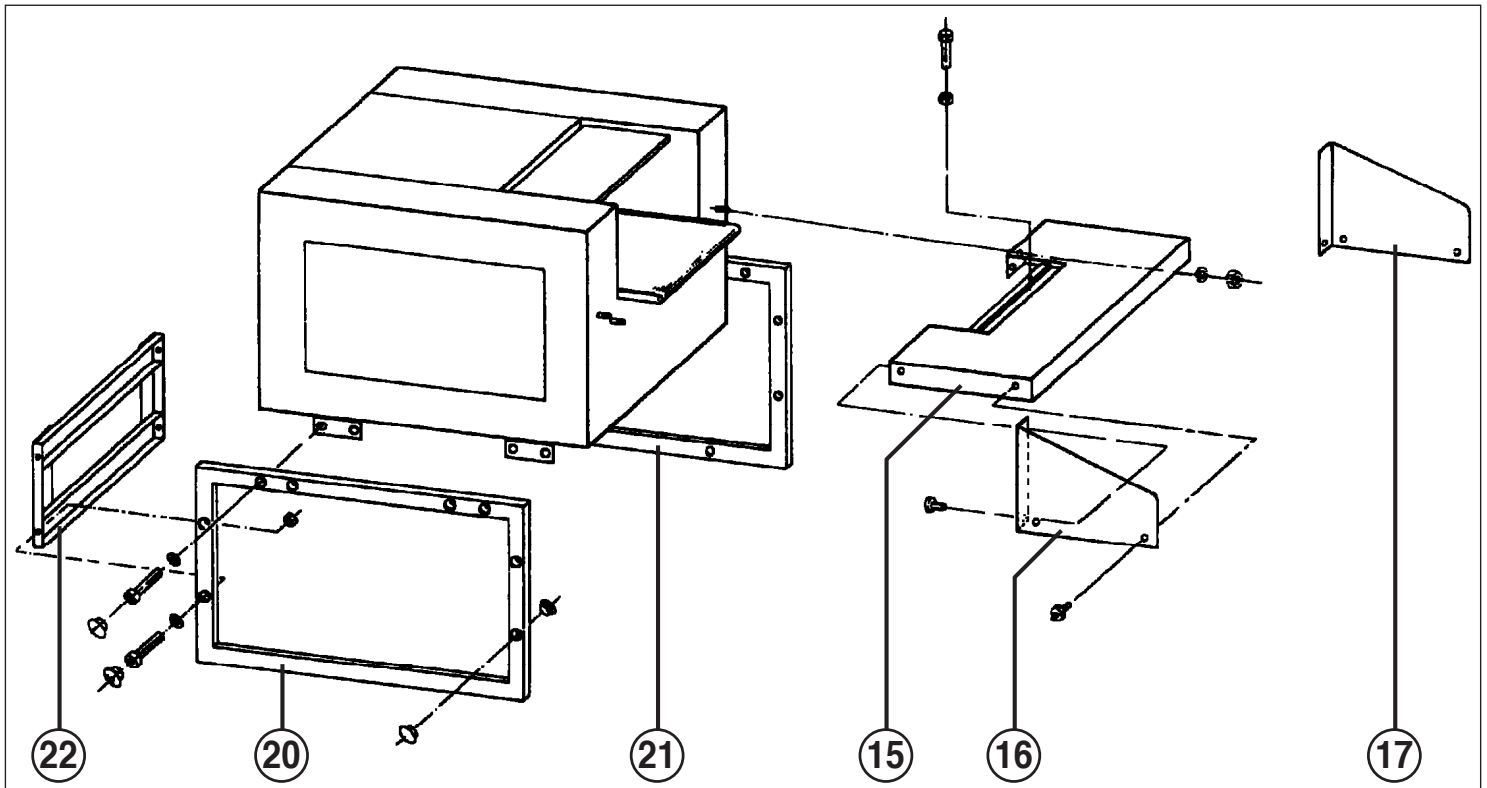

Abb. 1
- 15 = Tisch (Abb. 1)
- 16 = Schutzwinkel links (Abb. 1)
- 17 = Schutzwinkel rechts (Abb. 1)
- 20 = Rahmen links (Abb. 1)
- 21 = Rahmen rechts (Abb. 1)
- 22 = Zwischenblech (Abb. 1)
UNTERGESTELLES (Abb. 1 und 2):
MONTAGE DES TISCHES (15) (Abb. 1):
4. Das Stromkabel der Not-Aus-Leiste (14) durch die Tülle vorne im linken Gehäuse-Seitenteil, sowie durch die Kabelverschraubung unten am Schaltkasten in den Schaltkasten führen und dort die blaue Litze an Klemme 20 und die braune Litze an Klemme 19 anschließen.
MONTAGE DER SCHUTZWINKEL (Abb. 1):